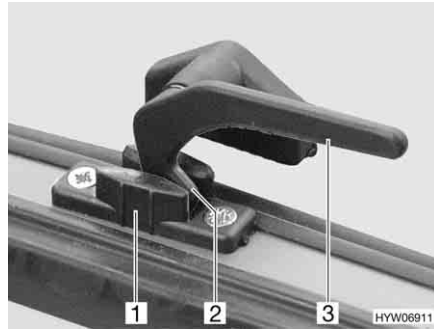

Bild 71 Verriegelungshebel in Stellung "Dauerbelüftung"
- in Stellung "Dauerbelüftung" (Bild 71)
- Alle Verriegelungshebel (Bild 71,3) eine viertel Umdrehung zur Haubennmitte hin drehen.
- Alle Verriegelungshebel wieder zurückdrehen. Die Verriegelungsnase (Bild 71,2) dabei in die Aussparung der Haubenverriegelung (Bild 71,1) einfahren.